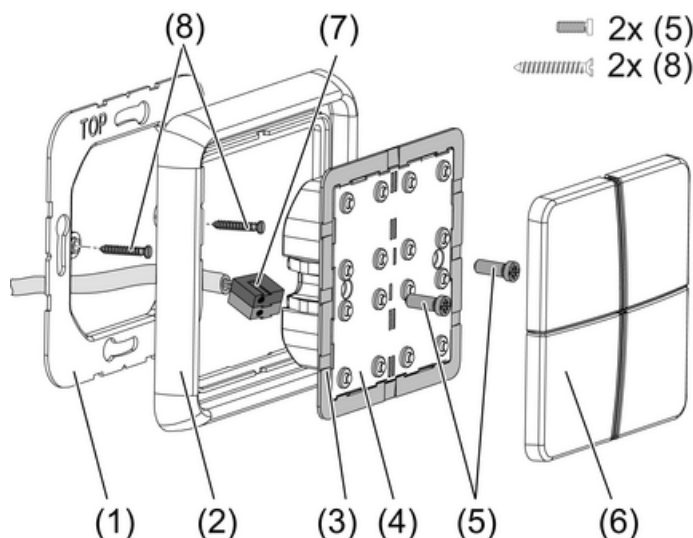

Рисунок 1: Монтаж модуля датчиков касания
- Установить переходную рамку (3) в правильном положении спереди на модуль датчиков касания (4) (рисунок 1). Соблюдать маркировку **TOP** = Верх.